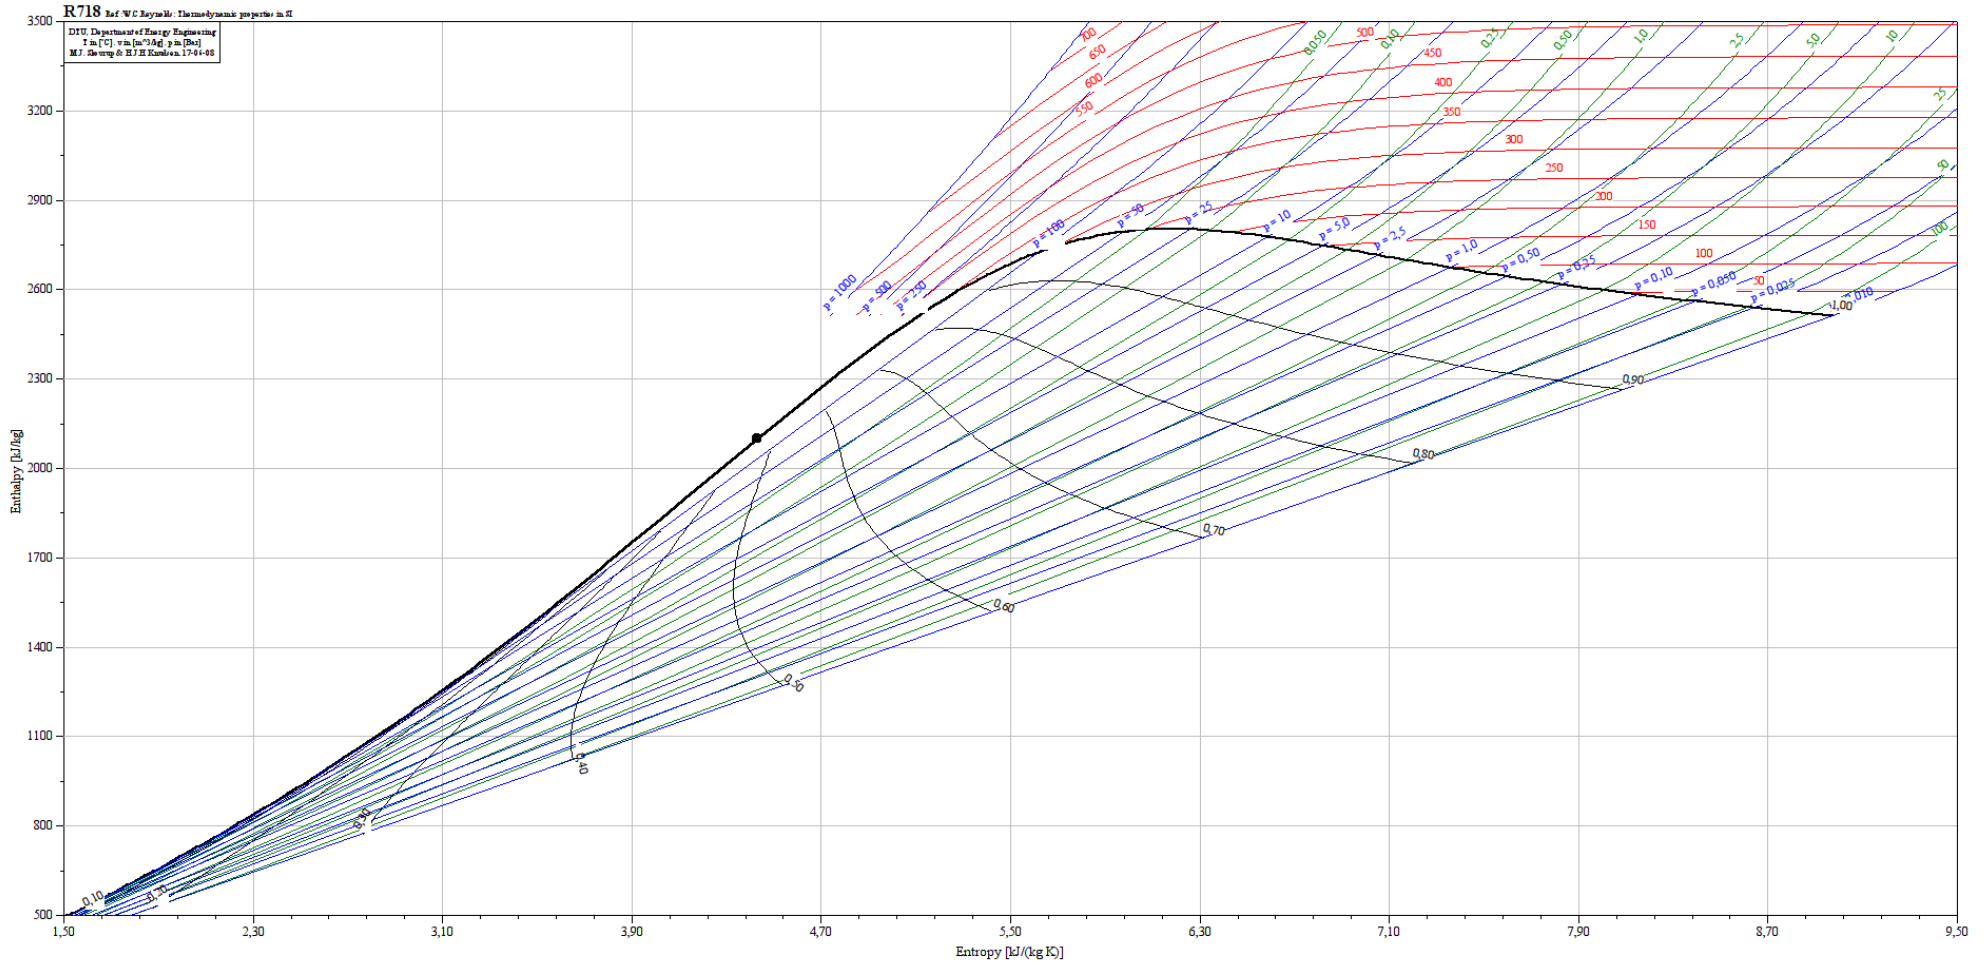

FIG. 3 : Diagramme de Mollier de l'eau
On donne à la figure 3 le *diagramme de Mollier* de la vapeur d'eau et du mélange eau liquide/vapeur, représentant l'entropie massique s en fonction de l'enthalpie massique h . La courbe de saturation est représentée en gras, le point critique étant représenté par le point noir. Les autres courbes représentées sont : des isothermes, des isobares, des isochores, et des isotitres sur lesquelles c'est la proportion de vapeur qui est constante.
- (b) Déterminer son rendement en lisant les valeurs nécessaires sur la figure 3.